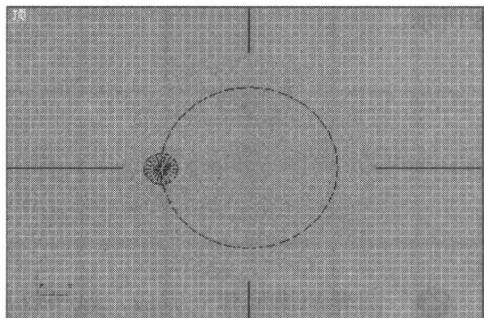

图2-5 间隔工具复制路径
④ 打开创建命令面板，单击 (图形) 按钮，在“对象类型”卷展栏中选择“圆”，在顶视图中创建圆，圆心与凳面圆心重合，圆的边要经过凳腿的圆心，单击工具栏上的 (选择并移动) 按钮，选中圆并拖动使其与凳腿上部对齐，作为间隔工具的路径，如图2-5所示。